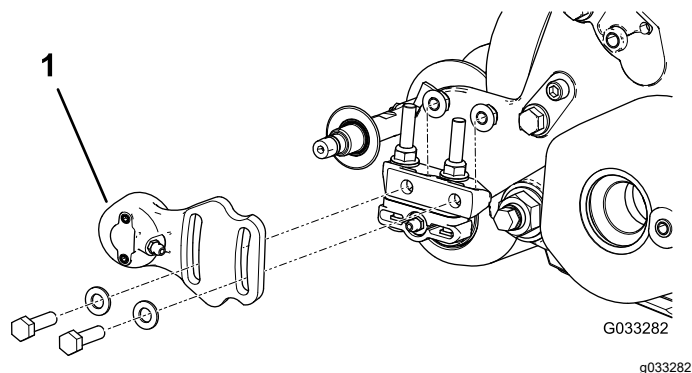
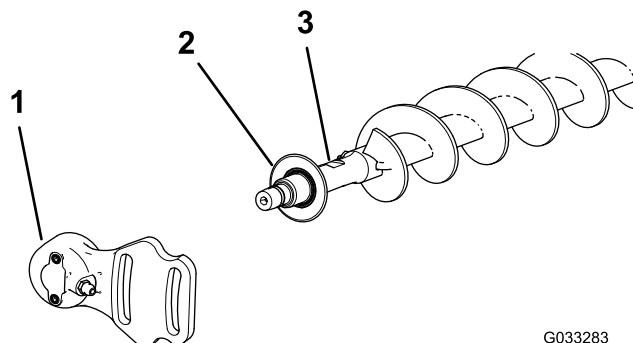

图 20
图 21
1. 如果滚刀组上安装有一个滚筒刷应拆下将非传动轴承座固定到轴承座安装支架图 20和 图 21上的 2 个螺栓、垫圈和螺母。
2. 滑动非传动轴承座和防尘圈从刷轴上取下来图 21。
9. 把防尘圈和非传动轴承座安装到刷轴上 图 21。